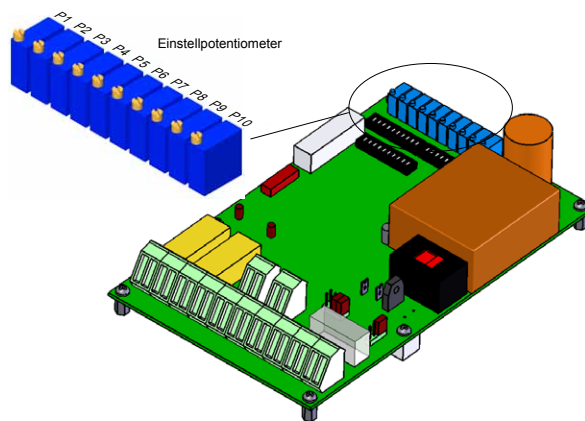

Bild 3–1 Position der Einstellpotentiometer auf der gedruckten Schaltung des Lastmessverstärkers
- Der Mikroschalter SWB9, siehe *Bild 3–3*, muss auf OFF sein.
- Der Mikroschalter SWC2, siehe *Bild 3–2*, muss auf ON sein.
2. Die Potentiometer P6 und P7 der Reihe nach so einstellen, dass das Digital-Millivoltmeter $0\text{ V} \pm 10\text{ mV}$ anzeigt. *Bild 3–1* zeigt, wo sich die Potentiometer P1 bis P10 auf der gedruckten Schaltung des Lastmessverstärkers befinden.
- Die Mikroschalter SWC1 (siehe *Bild 3–2*), müssen ON sein.